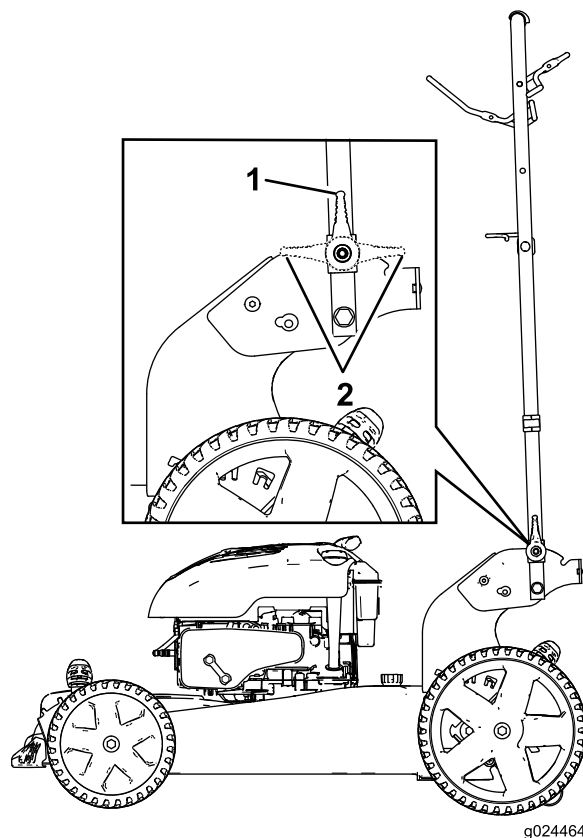

Figure 27
2. Pliez le guidon vers l'avant à la position verticale ou complètement en avant, comme montré à la Figure 27.